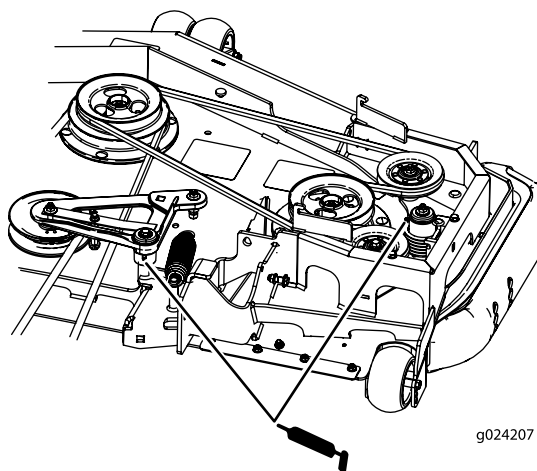

Figura 41
6. Lubrificate i bracci di rinvio della cinghia del piatto di taglio (Figura 41).